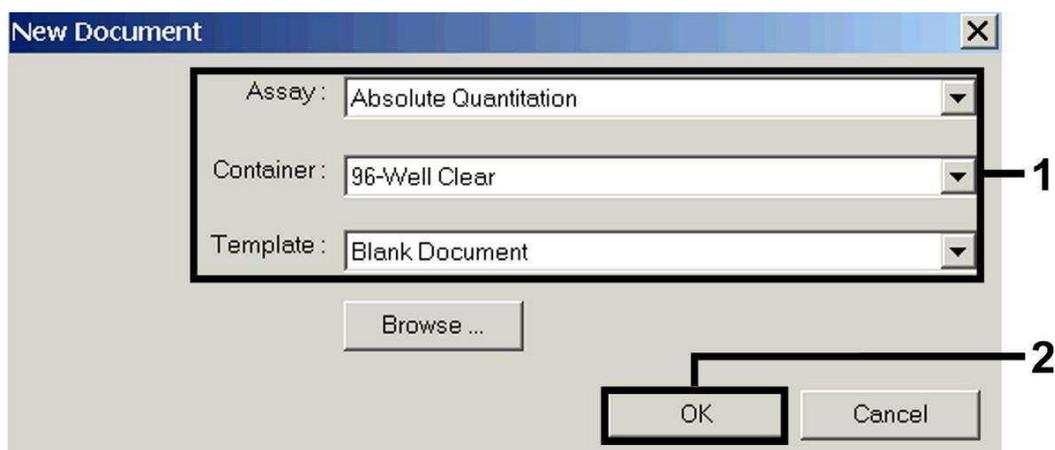

Fig. 3 : Paramétrages lors de la création d'un nouvel essai PCR (*New Document*).
Dans le cas de l'*ABI PRISM 7000 SDS*, sélectionner la commande *New* du menu *File* et définir les paramètres de base suivants pour le nouveau document (voir Fig. 3). Un modèle préalablement enregistré (*SDS Template* [\*.sdt]) se trouve dans la liste *Template* ou peut être sélectionné à l'aide de la fonction *Browse* (voir **8.5.1.5 Enregistrement de l'essai PCR**). Confirmer les indications (OK).